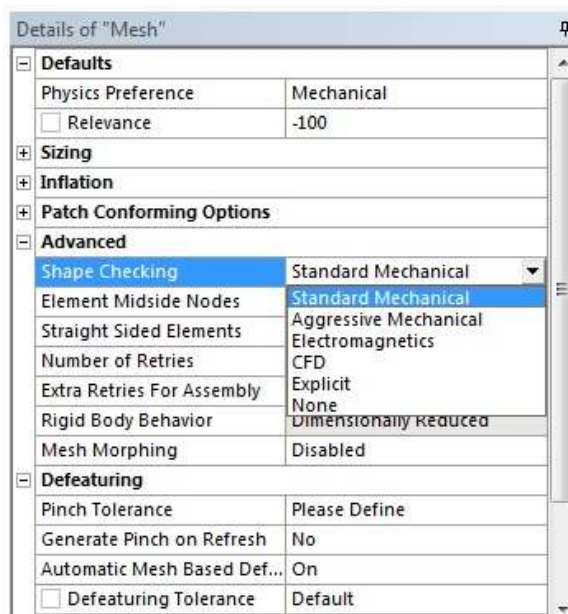

Рис. 6.12. Параметр *Shape Checking* у вікні *Details of Mesh*
3. Перевірка форми ***Shape Checking*** задає перевірку форми елементів (рис. 6.12). Для лінійного аналізу використовується стандартний спосіб ***Standard Mechanical***, для нелінійного і гідродинамічного аналізу задаються більш жорсткі вимоги до форми елементів ***Aggressive Mechanical***.